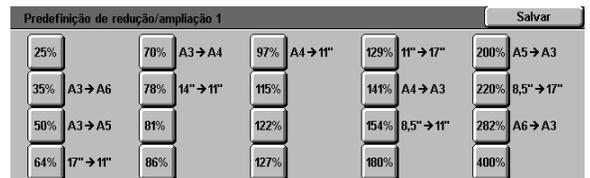

Figura 57: amostra da tela Predefinição de redução/ampliação
- 3 Toque no ícone com a porcentagem de redução/ampliação desejada, conforme ilustrado na Figura 57.